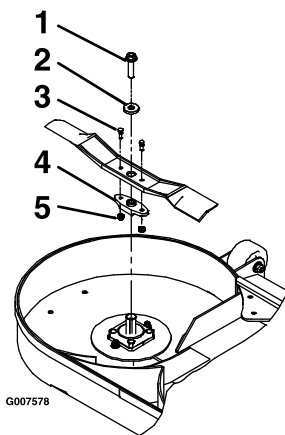

Figura 74
3. Retire a lâmina, anilha e parafuso da lâmina que fixa a lâmina e o condutor da lâmina (Figura 74).
4. Retire o condutor da lâmina da lâmina existente (Figura 74).
1. Instale o condutor da lâmina nas novas lâminas com pernos de corte e porcas de bloqueio (Figura 74).
3. Instale a lâmina, anilha e porca da lâmina no veio do eixo (Figura 74).